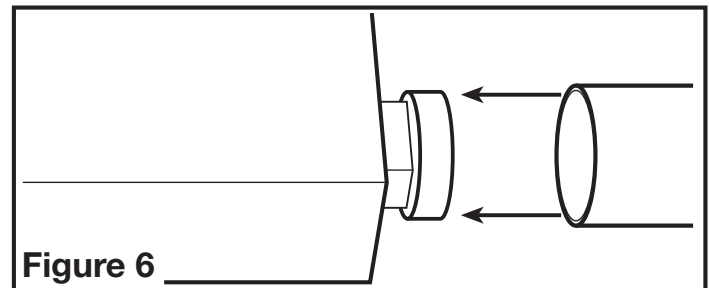

Figure 6
- Enlever tout ruban adhésif qui pourrait retenir le clapet en place durant le transport et raccorder les conduits au collet du conduit du ventilateur (Figure 6). Fixer en place à l'aide de ruban ou de serre-joint. Toujours évacuer le ventilateur vers l'extérieur au travers de chapeau mural ou de toit.